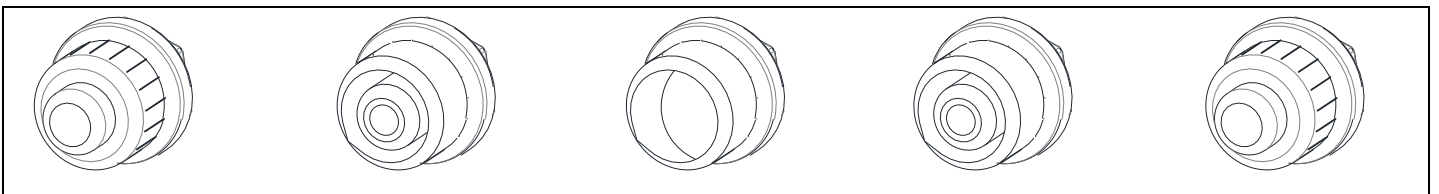

Abb. 14 – Auswechseln der Batterie
- Um das Gerät auszuschalten, drücken und drehen Sie den Knopf gleichzeitig bis zum Anschlag im Uhrzeigersinn (Abb. 14). Die Gaszufuhr wird unterbrochen und die Flamme am Brenner wird ausgeschaltet.